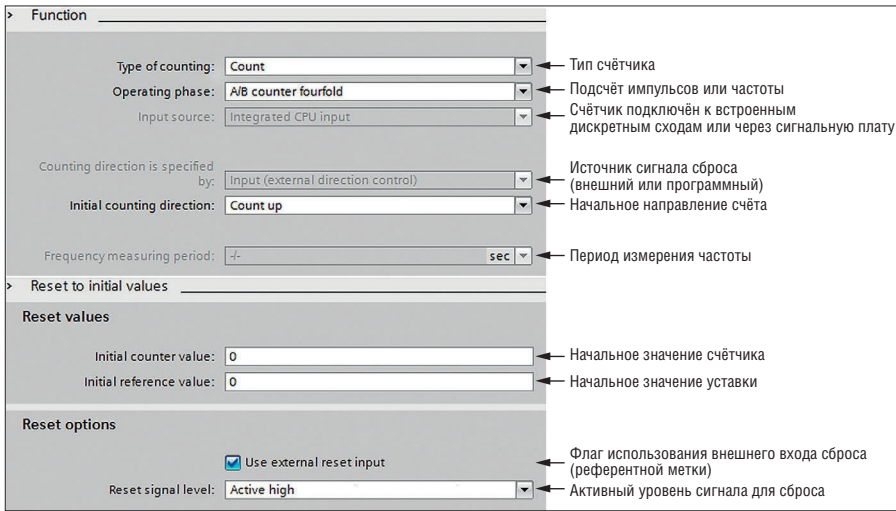
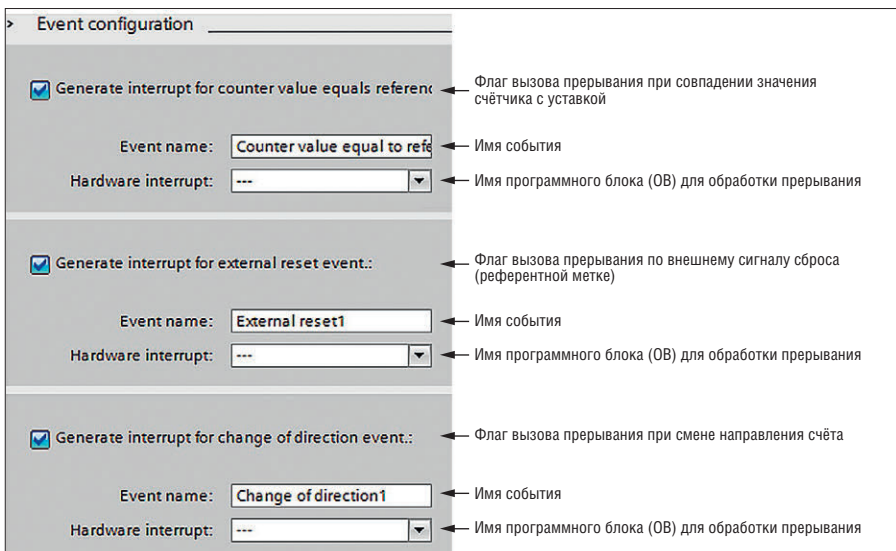

Рис. 9. Параметры конфигурации счётчика HSC\_1
Рис. 10. Конфигурирование событий, вызывающих прерывания HSC
1. Зададим для счётчика HSC\_1 конфигурацию в соответствии с рис. 9. Для управления работой высокоскоростного счётчика, а также чтения его выходного значения можно использовать не только определённые в конфигурации счётчика события (рис. 10), но и, например, периодически активизирующуюся подпрограмму обработки аппаратного прерывания (Cyclic Interrupt). В любом случае необходима подпрограмма, которая будет производить обработку прерывания для определённых в конфигурации счётчиков событий (ссылка на эту программу указывается в пункте Hardware Interrupt).